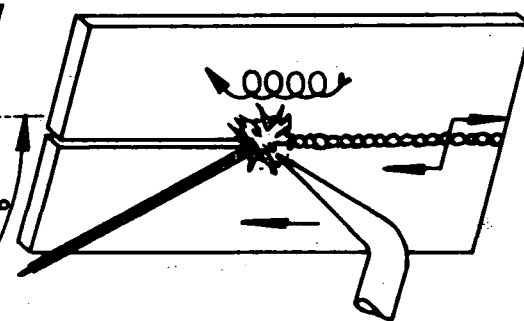

Fig. 2
- c Distribua o calor para ambos os lados da junta, mediante movimento de oscilação (fig. 2), afastando e aproximando o bico para permitir uma boa solidificação.